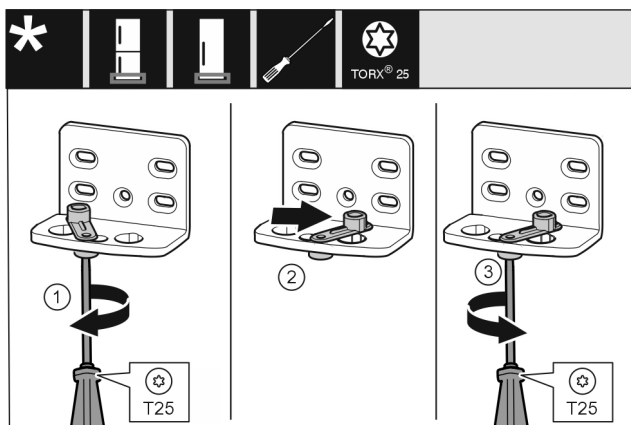

Fig. 17 *
- ▶ Šroubovákem volně přišroubujte šroub Fig. 17 (1).*
- ▶ Zvedněte pomůcku zavírání dveří Fig. 17 (2) a v otvoru ji otočte o 90° doprava.*
- ▶ Šroubovákem šroub Fig. 17 (3) pevně utáhněte.*